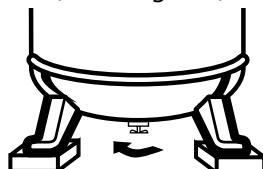

Figure 6 - Ouverture du Robinet de Purge
- Ouvrir le robinet de purge et faire fonctionner le compresseur pour 60 minutes (Voir la Figure 6).